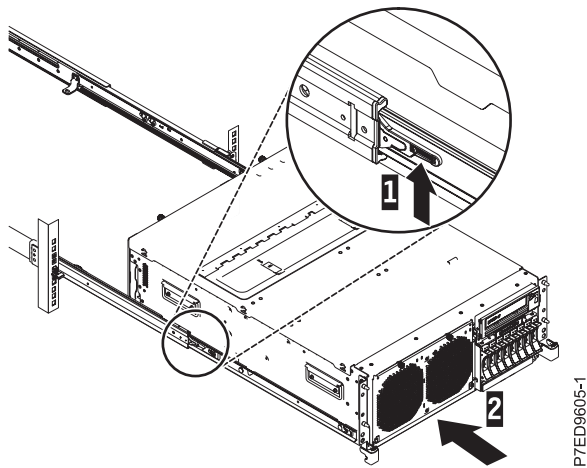

Abbildung 9. Entriegelungshebel und Server
8. Heben Sie die blauen Entriegelungshebel **(1)** an den Schienen an und schieben Sie den Server **(2)** ganz in das Rack hinein, bis er einrastet (siehe Abb. 9).